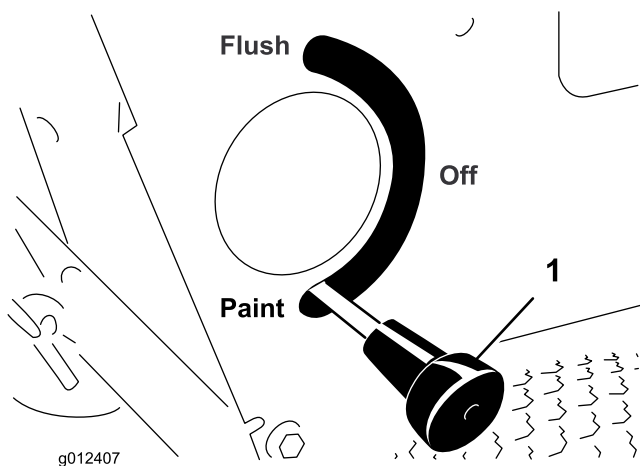

Figura 33
6. Certifique-se de que a alavanca de enxaguamento/pintura (Figura 33) se encontra na posição PAINT.